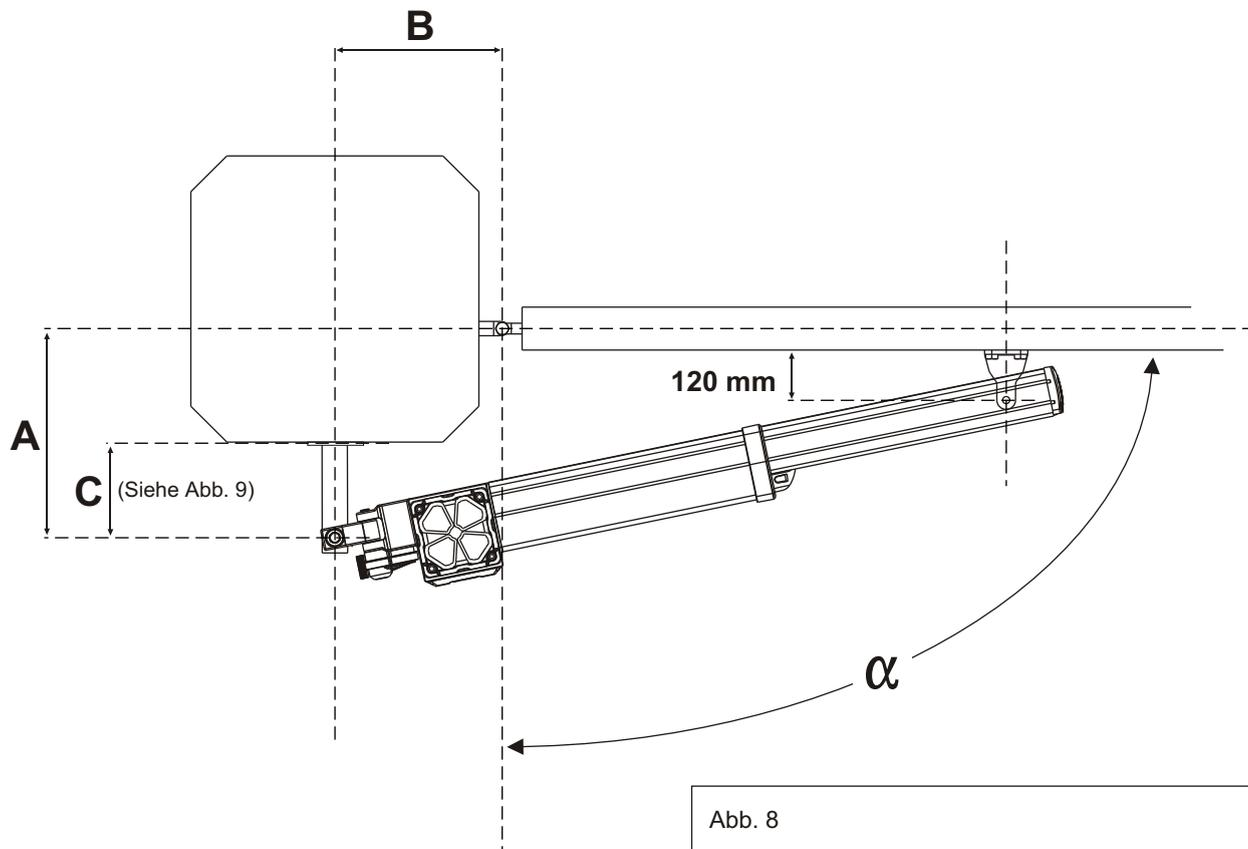
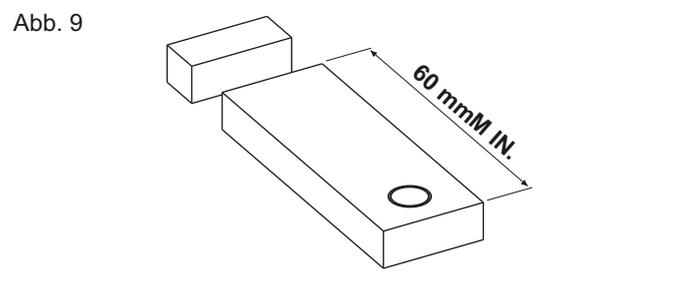

Abb. 7
Abb. 9
2.2. Den hinteren Bügel (Abb.6) an die Platte schweißen und dabei die in Abb. 7 und 8 angegebenen Maße berücksichtigen. Wenn nötig den Bügel kürzen, jedoch darauf achten die Mindestlänge von 60 mm (Abb. 9) nicht zu unterschreiten.